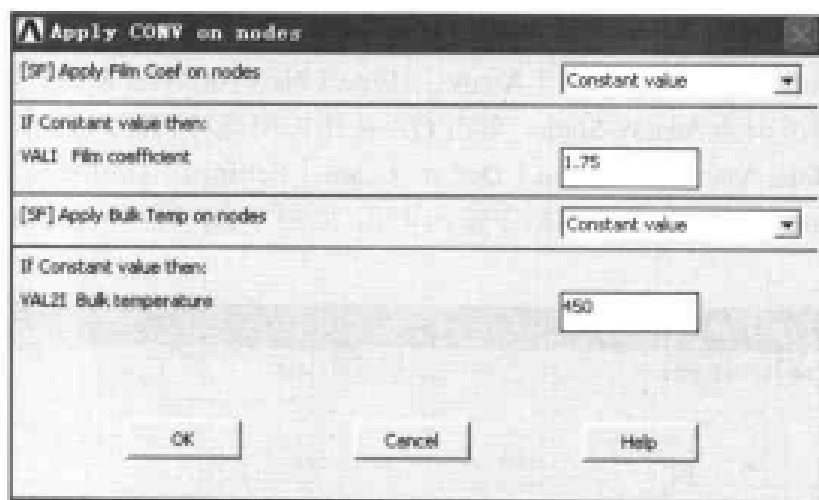

图 9-113 施加对流载荷对话框
(5) 选择 Main Menu | Solution | Define Loads | Apply | Thermal | Convection | On Nodes 命令, 出现 Apply CONV on nodes 菜单, 单击 pick all 按钮, 出现 Apply CONV on nodes 对话框, 在文本框中分别输入 1.75、450, 如图 9-113 所示, 单击 OK 按钮关闭该对话框。